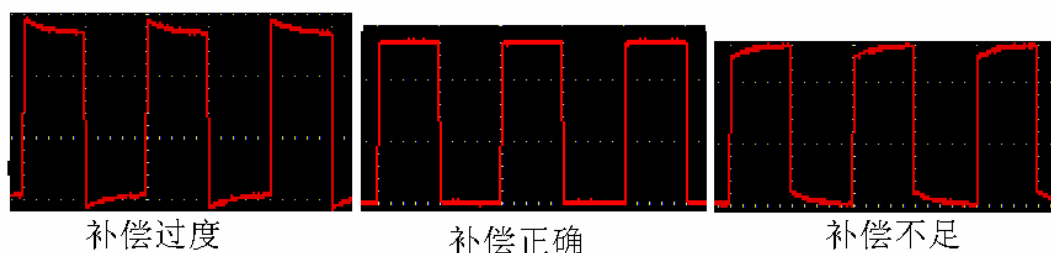

图 5：探头补偿显示波形
- 2、 检查所显示的波形，调节探头，直到补偿正确。见图 5，6。